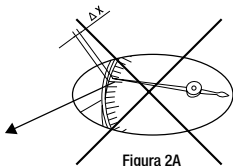
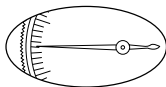

Figura 2A
Figura 2B
**Erro de paralaxe:** cuidado ao medir para evitar o erro de paralaxe ( $\Delta x$ ). Este erro ocorre quando o ponto de observação não for perpendicular ao mostrador (Figura 2A). Faça a leitura perpendicularmente ao mostrador do relógio (3) (Figura 2B).